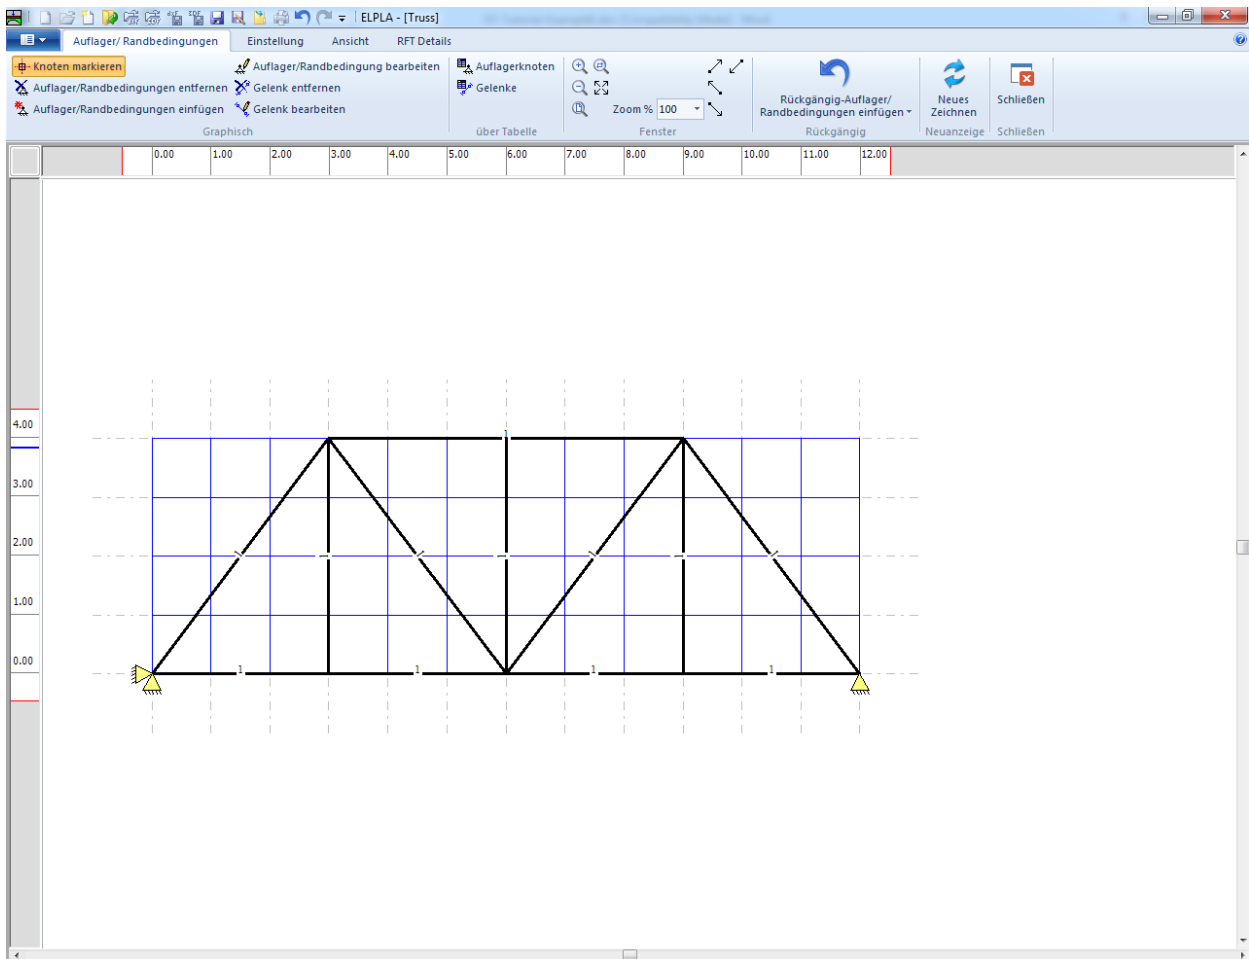

Bild 6.23 Auflager auf dem Bildschirm
Nach der Definition der Auflager sollte der Bildschirm wie das folgende Bild 6.23 aussehen.
- Wählen Sie "Speichern" aus dem "Datei"-Menü (Bild 6.23), um die Daten der Auflager zu speichern
- Wählen Sie "Schließen" aus dem "Datei"-Menü (Bild 6.23), um das Fenster "Auflager/ Randbedingungen" zu schließen und zum Hauptfenster des Programms *ELPLA* zurückzukehren